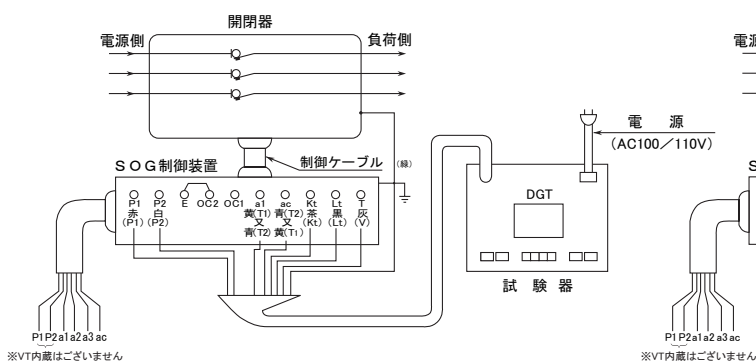

図6 戸上電機製作所製(DGT)による地絡特性チェック回路
- ①図6・7の試験回路は制御装置のみの地絡動作時間測定となります。
- ②図6・7は制御電源を制御装置パネルの試験用電源端子(P1・P2)に接続する方法です。
なお、図6・7の回路で試験する場合は、制御装置パネルの制御電源切替スイッチを「試験」側にしてください。